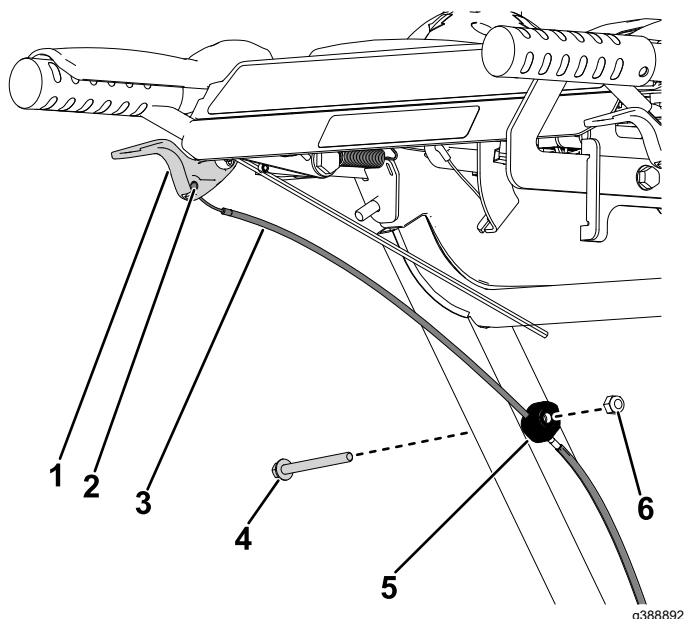

Рисунок 5
6. На левой стороне машины отсоедините трос муфты от рычага муфты (Рисунок 5). Повторите эти действия на правой стороне.
7. На левой стороне машины отверните шестигранную гайку ($\frac{1}{4}$ дюйма) и болт ($\frac{1}{4} \times 2\frac{3}{4}$ дюйма), которые крепят хомут троса к нижней трубке рукоятки (Рисунок 5). Повторите эти действия на правой стороне.